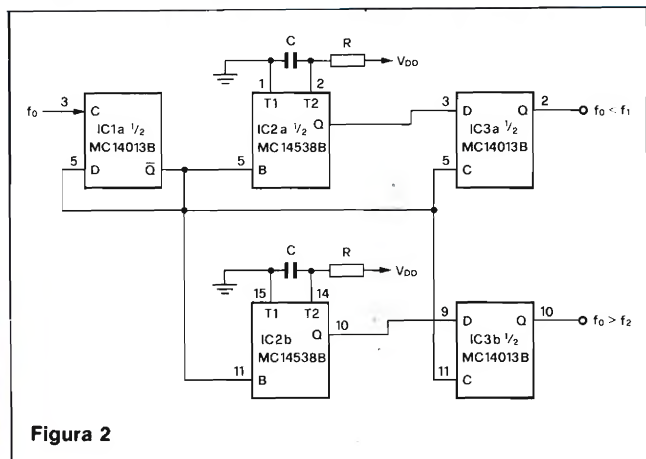

Figura 2
**S**ono certo che qualsiasi sperimentatore o dilettante elettronico, si è trovato un giorno o l'altro ad avere la necessità di un apparecchio che potesse indicare se un segnale si trovi o meno compreso entro una certa banda di frequenza: a me è successo mentre stavo lavorando ad un alimentatore a commutazione. Ho ottenuto quel che volevo costruendo il rivelatore di delimitazione di frequenza il cui sistema è mostrato in **figura 1** (le connessioni di alimentazione e di massa del circuito integrato sono mostrate in **figura 2**).
Occorre tenere presenti alcune precauzioni se si vuole arrivare ad un risultato sicuro e privo di disturbi. I componenti polarizzati come l'integrato, il transistor, il diodo ed i condensatori elettrolitici, devono essere montati con un preciso orientamento dato da riferimenti praticati vedi figura 2.